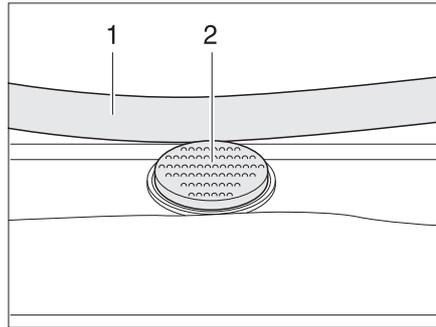

Bild 69 Sicherungsknopf an der Heki-Dachhaube
- Den Sicherungsknopf (Bild 69,2) drücken und den Bügel (Bild 69,1) mit beiden Händen nach unten ziehen.
- Den Bügel mit beiden Händen nach oben drücken, bis der Bügel oberhalb des Sicherungsknopfes (Bild 69,2) liegt.